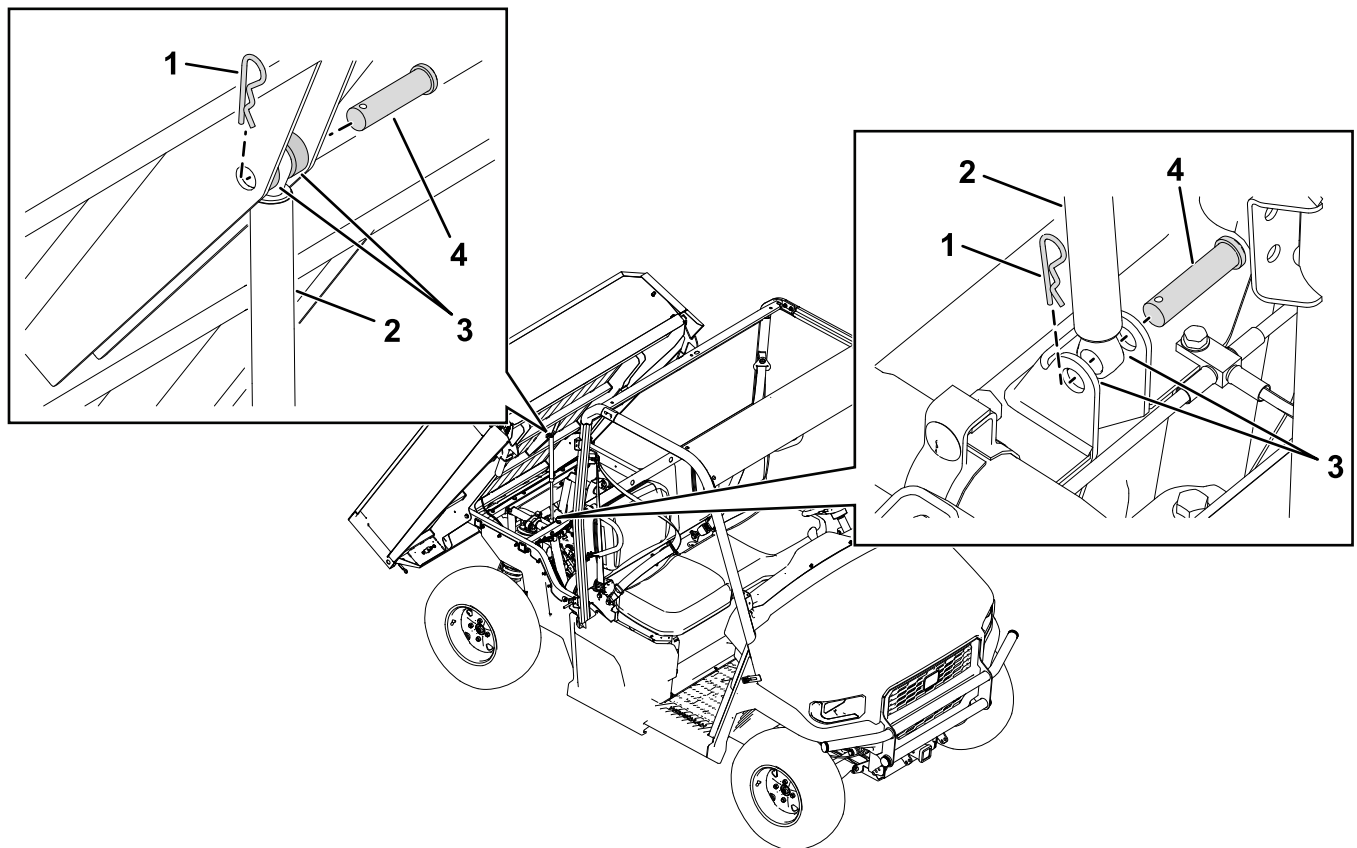

Bild 5
2. Entfernen Sie die Lastösenbolzen, Splinte und Distanzstücke, mit denen der vorhandene Zylinder an der Ladepritsche und am Maschinenrahmen befestigt ist (Bild 5).